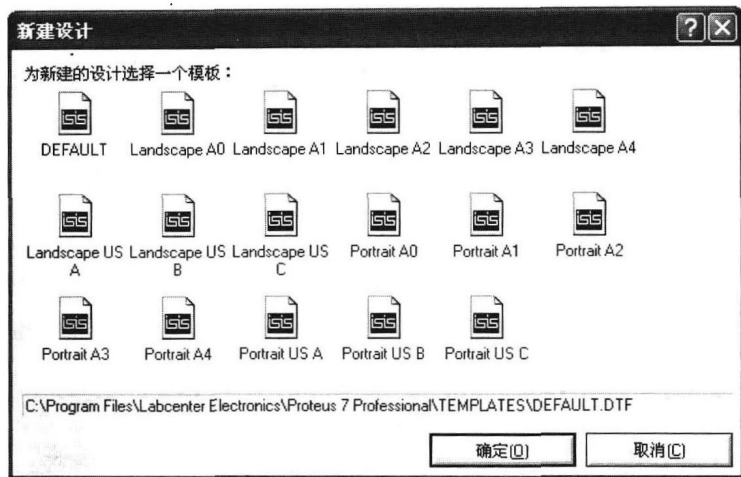

图 1-3 “新建设计”对话框
(1) 新建设计文件。单击“文件”→“新建设计”命令，在弹出的“新建设计”对话框中选择 DEFAULT 模板后单击“确定”按钮，如图 1-3 所示。